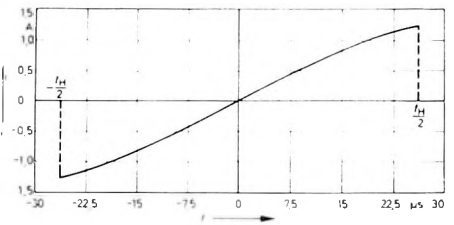

Bild 4. Form des Ablensstroms i für lineare Ablenkung auf einer Bildröhre A 59-12 W
b) Den für eine dem Beobachter in einer Entfernung vom Fünffachen der Bildschirmdiagonale linear erscheinende Ablenkung erforderlichen Strom i durch das Ablensystem zeigt Bild 4. Die Kurvenform läßt sich einfach gewinnen, wenn man aus dieser Entfernung einen Maßstab auf den Bildschirm projiziert und den für die Auslenkung des Elektronenstrahls in diesem Maßstab benötigten Strom mißt. Die gefundene Kurve läßt sich leicht durch eine Sinusfunktion annähern, wenn man berücksichtigt, daß die Kurve in der Hinlaufzeit $t_H = 52,5 \text{ } \mu\text{s}$ (die Rücklaufzeit ist $t_R = 11,5 \text{ } \mu\text{s}$, die gesamte Zeilenperiode $t_H + t_R = 64 \text{ } \mu\text{s}$) durchlaufen wird. Eine Bildüberschreibung von 8% ist eingerechnet. Die Annäherung lautet
$\frac{di}{dt} \Big|_{t=0}$ liefert die Funktion nach Bild 4. U_{C0} läßt sich aus der Bedingung $A_1 = A_2$ errechnen (zugeführte gleich abgeführte Ladung, Spannung an C_1 im zeitlichen Mittel konstant). Man erhält so